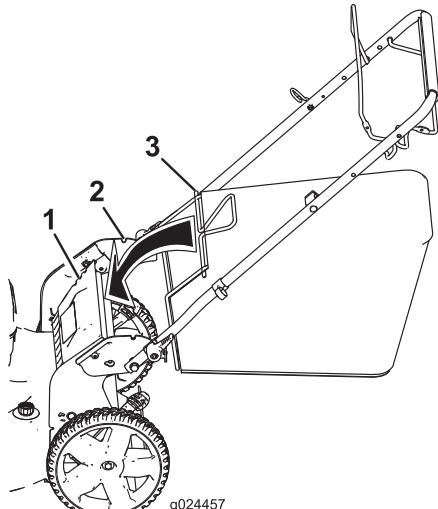

Figura 14
1. Levante y sujeté el deflector trasero (Figura 14).
2. Instale la bolsa de recogida, asegurándose de que los pasadores de la bolsa descansan en las muescas del manillar (Figura 14).